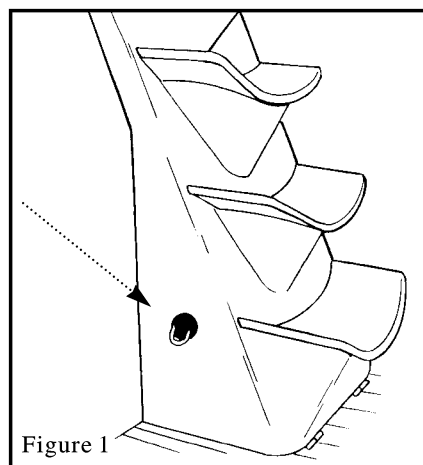

Figure 1
- Fermer les vannes sur le circuit (dans le placard sous le four) et sur la bouteille quand les appareils ne sont pas utilisés. Fermer immédiatement toutes les vannes en cas de danger.(fig1)
- Shut the valves in the system (under the oven) and on the cylinder when the appliances are not in use. Shut immediately all valves in case of hazard (fig.1),
Le compartiment moteur est pourvu d'un orifice (figure 1) permettant de projeter à l'intérieur le produit extincteur sans qu'il soit nécessaire d'ouvrir les panneaux d'accès habituels.
The engine compartment includes an aperture (figure 1) to inject the extinguishing agent without opening the normal access hatch.